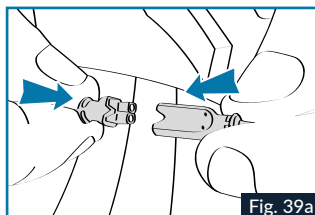
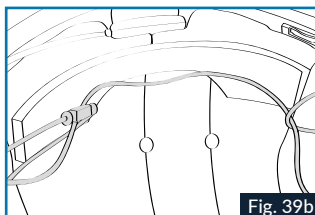

Fig. 39a
Fig. 39b
11. Schließen Sie die Lautsprecher (zweipoliger schwarzer Stecker) und das Bedienfeld (Abb. 39a) an. Führen Sie dann das Kabel des rechten Lautsprechers durch (Abb. 39b).